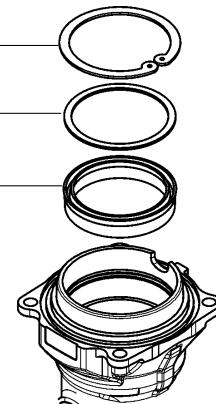

Fig. 10
- Quite el vástago (10) y desmonte el anillo de seguridad (11), la arandela (12) y el collarín (13) (fig. 10). Verifique que el vástago no esté rayado y sustituya piezas deterioradas.